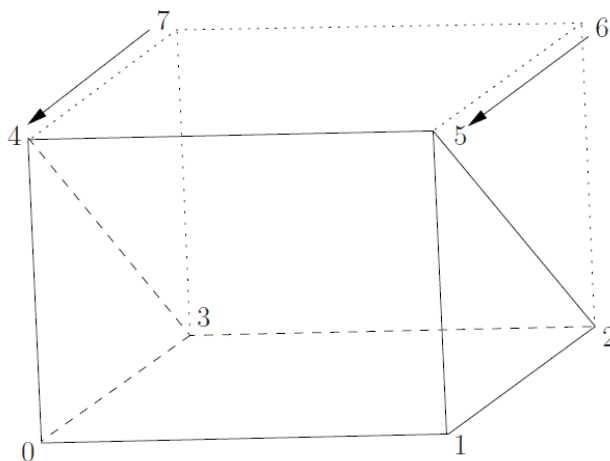

图 5.6 使用 6 个顶点来创造楔形网格
- 参阅图 5.6，如果两个面有这样的重叠，重叠的部分成为内部面，没有融合的部分依然为外部面，需要指定边界条件；